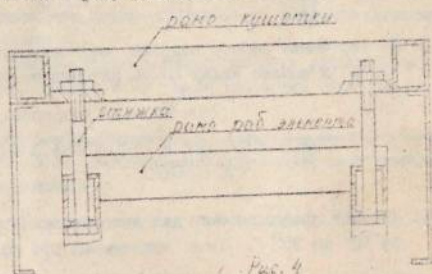

Рис. 4
6. Отвинтить и вытащить 4 стяжки, скрепляющие раму кушетки и раму рабочего элемента (рис.4)
6. Отвинтить и вынуть 4 стяжки, скрепляющие раму кушетки и раму рабочего элемента (рис.4)